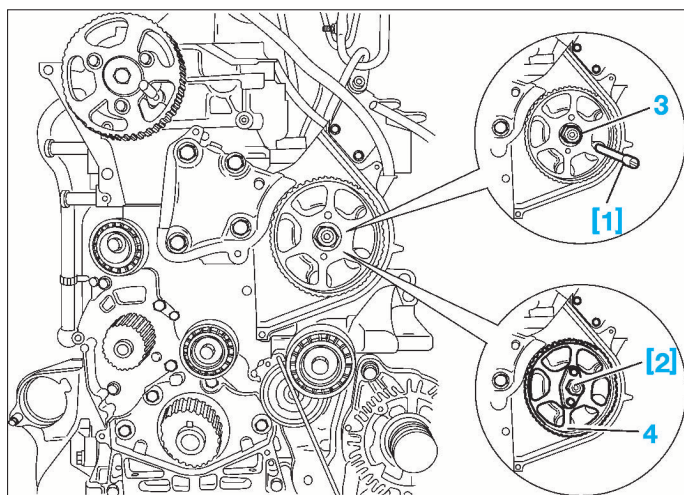

FIG. 48
- Vidanger et écarter le bocal (2) de l'élément filtrant.
- Desserrer l'écrou (3) (Fig.48) à l'aide de l'outil [1].
- la poulie d'entraînement de pompe haute pression (4) à l'aide de l'outil [2].